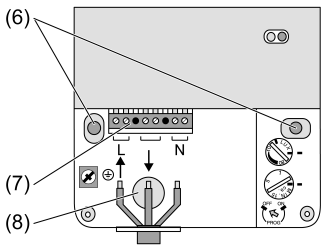

Figure 3: Montage du module de puissance
- Le cas échéant, défoncer l'entrée de câble (8) pour une pose des câbles encastrée (figure 3).
- Fixer le module de puissance avec deux vis (6).
- Introduire les câbles dans le boîtier et procéder au raccordement au niveau des bornes (7) (voir Raccorder le module de puissance).